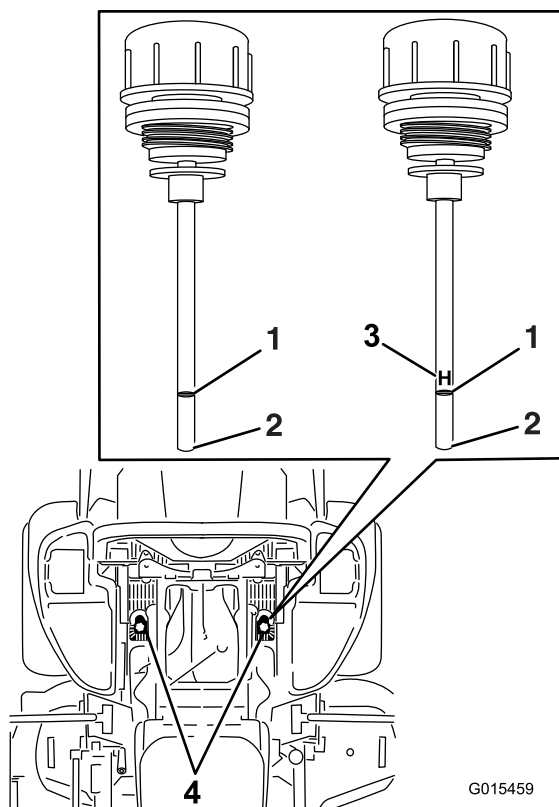

Figura 89
6. Limpe a zona em torno da vareta dos reservatórios do sistema hidráulico (Figura 89).
7. Retire uma vareta do reservatório hidráulico (Figura 89).
9. Retire a vareta do óleo e verifique a extremidade (Figura 89). Se o nível de óleo estiver na marca para adicionar, despeje lentamente apenas o óleo suficiente no reservatório hidráulico para fazer subir o nível para cheio ou para a linha **H**.